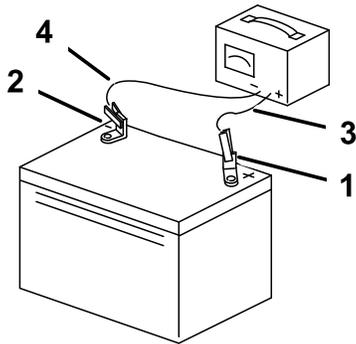

Bild 29
3. Wenn die Batterie voll geladen ist, ziehen Sie den Stecker des Ladegeräts aus der Steckdose. Klemmen Sie dann die Klemmen des Ladegeräts von den Batteriepolen ab (Bild 29).